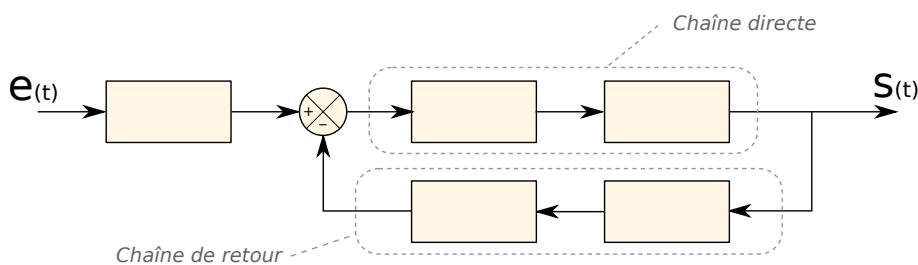

FIGURE 10 – Boucle fermée, composée de la chaîne directe et de la chaîne de retour
• **Boucle fermée :** On parle de boucle fermée lorsque l'une des grandeurs est prélevée et réutilisée en amont (fig.10). Dans ce cas, on séparera les blocs en deux groupes :